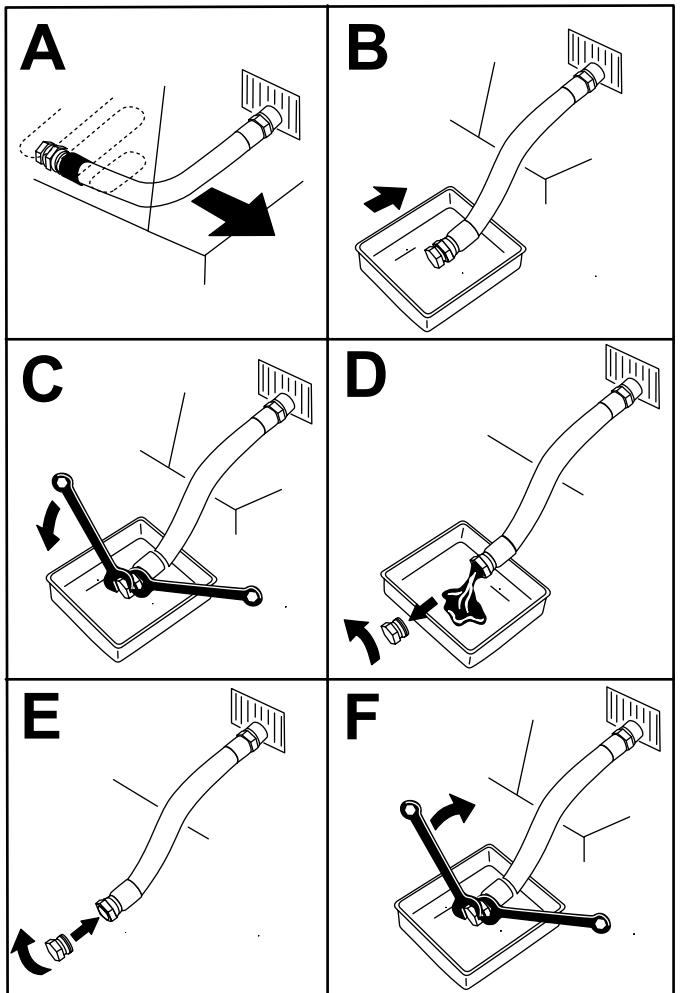

Figura 42
4. Spurgate l'olio dal motore (Figura 42).